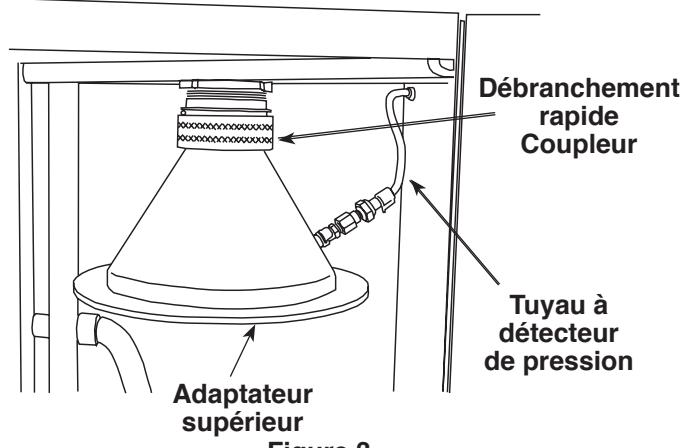

Figure 3
4. Fixez le cône de l'adaptateur sur le coupleur à branchement rapide, en plaçant le cône de sorte que la lumière de refoulement soit en face du tuyau à détecteur de pression. Connectez le tuyau à détecteur de pression à la lumière de refoulement du cône. Voir la figure 3.